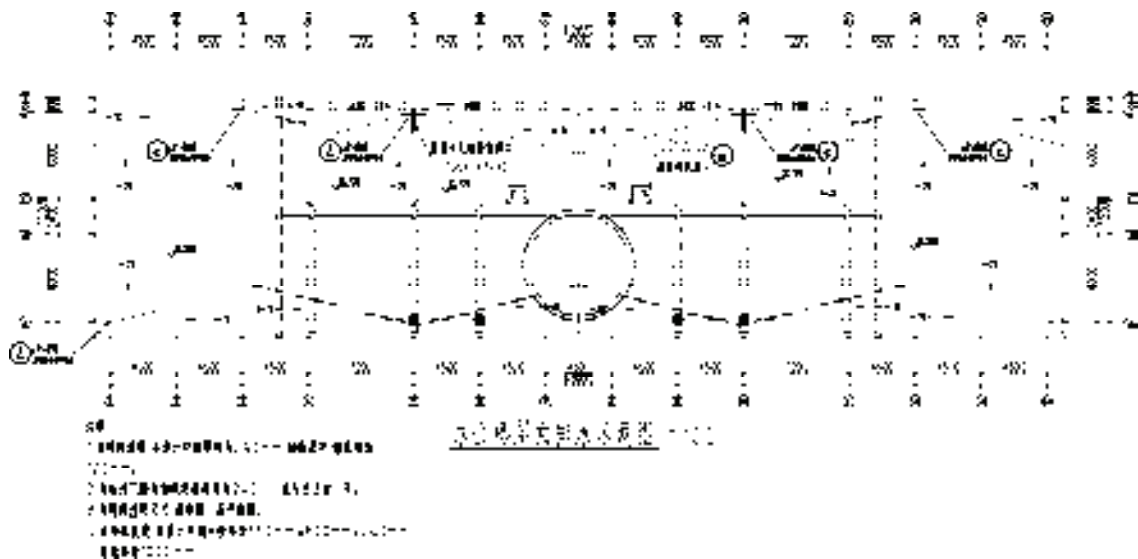

图 15-118 办公楼屋面排水示意图
15) 沿用前面小节所介绍的添加图形标注的方法, 为办公楼屋面排水示意图添加引出标注、标高标注、文字标注以及图名标注等, 操作结果如图 15-118 所示。